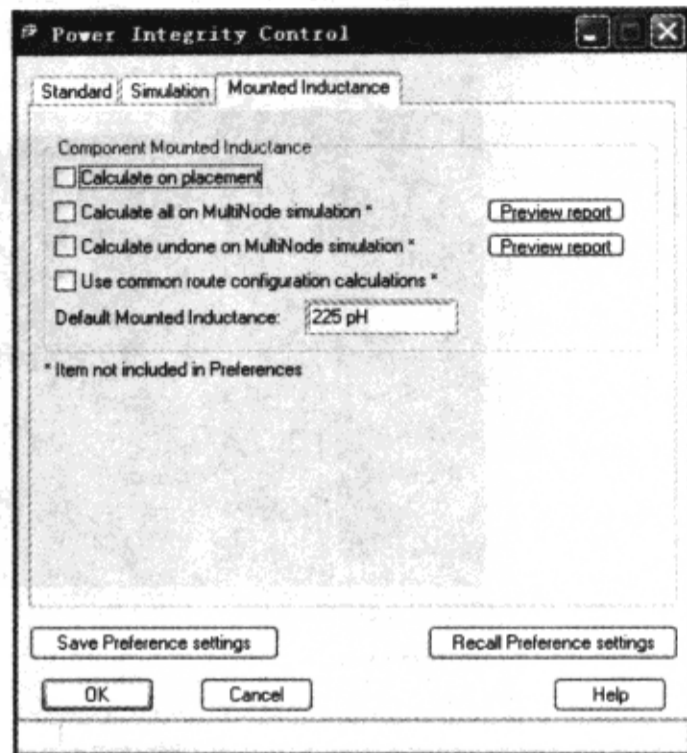

图 9-7-66 “Power Integrity Control”对话框
(6) 选中“Mounted Inductance”标签页，如图 9-7-66 所示。